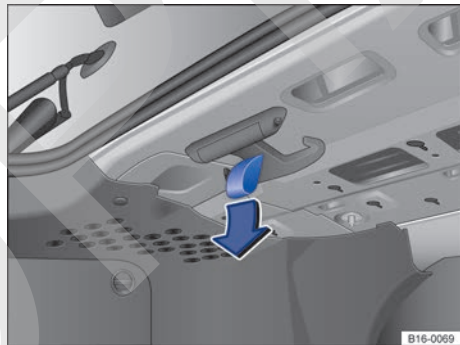

Fig. 166 En el maletero: gancho para bolsas desplegable.
- Tire del lazo del gancho → **fig. 166** hacia abajo.